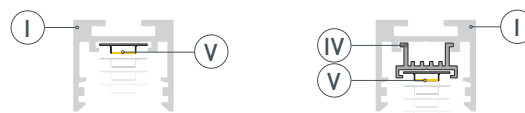

Рис. 1. Профиль с основанием для ленты
- 2** / Просверлите отверстие в профиле (I) для вывода кабеля питания светодиодной ленты.
- 3** / Установите в профиль (I) светодиодную ленту (V). В случае установки профиля с асимметричным экраном, необходимо установить основание для ленты (IV), как показано на рис. 1.